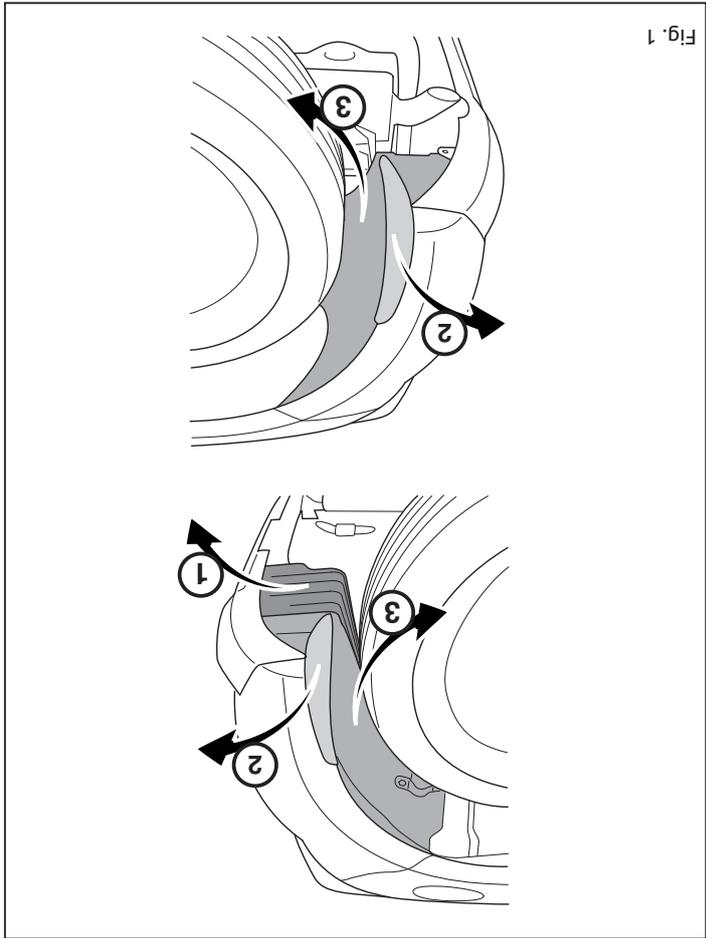

Fig. 1
besseren Zugang zu bekommen. Siehe Abbildung 1.
1. Détacher des deux côtés les pare-boue des ailes pour un meilleur accès. Voir la figure 1.
til. Jævnfør fig. 1.